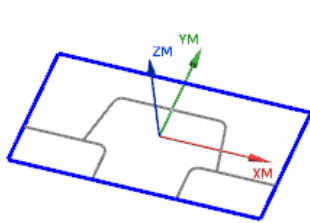

图 16.34 选取曲线
Step8. 在 **模式** 下拉列表中选择 **曲线/边...** 选项, 系统弹出“创建边界”对话框。按顺序依次选取图 16.34 所示的曲线, 在 **刀具位置** 下拉列表中选择 **对中** 选项, 单击 **创建下一个边界** 按钮, 在“创建边界”对话框中单击 **确定** 按钮, 同时系统返回到“边界几何体”对话框, 单击 **确定** 按钮。